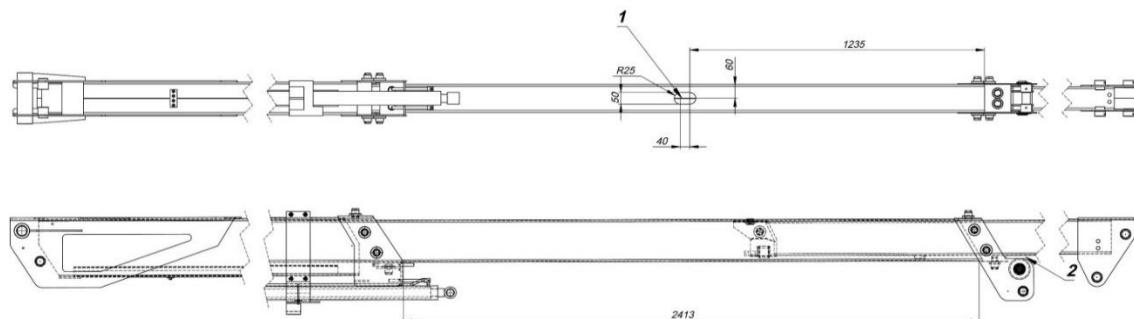

Abb.: 28. Die innere Prüfung des Teleskoparms der Hubarbeitsbühne
- Der Hersteller hat – laut der Abb.: 28 . Pos. 1. – eine Prüffönnung an dem 2. Teleskopglieder angefertigt. Durch diese Öffnung kann der Fachpersonal an beide Richtungen mit Hilfe einer ENDOSKOPSONDE die innere Kette und die beiden Endanschlüsse prüfen.
- Laut der Abb. 28. Pos. 2. – ist eine Öffnung, wodurch möglich ist die Prüfung den Endanschluss mit Hilfe einer ENDOSKOPSONDE - der auseren Kette.